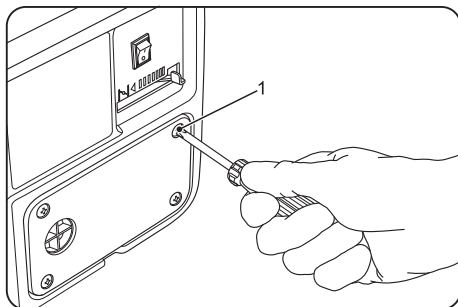
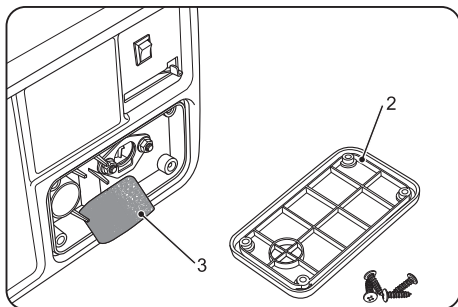

рис. 14
рис. 15
Открутите винты (1) крышки (2) воздушного фильтра (рис. 14) и снимите ее. (рис.15)
Извлеките фильтрующий элемент (3). (рис. 15)